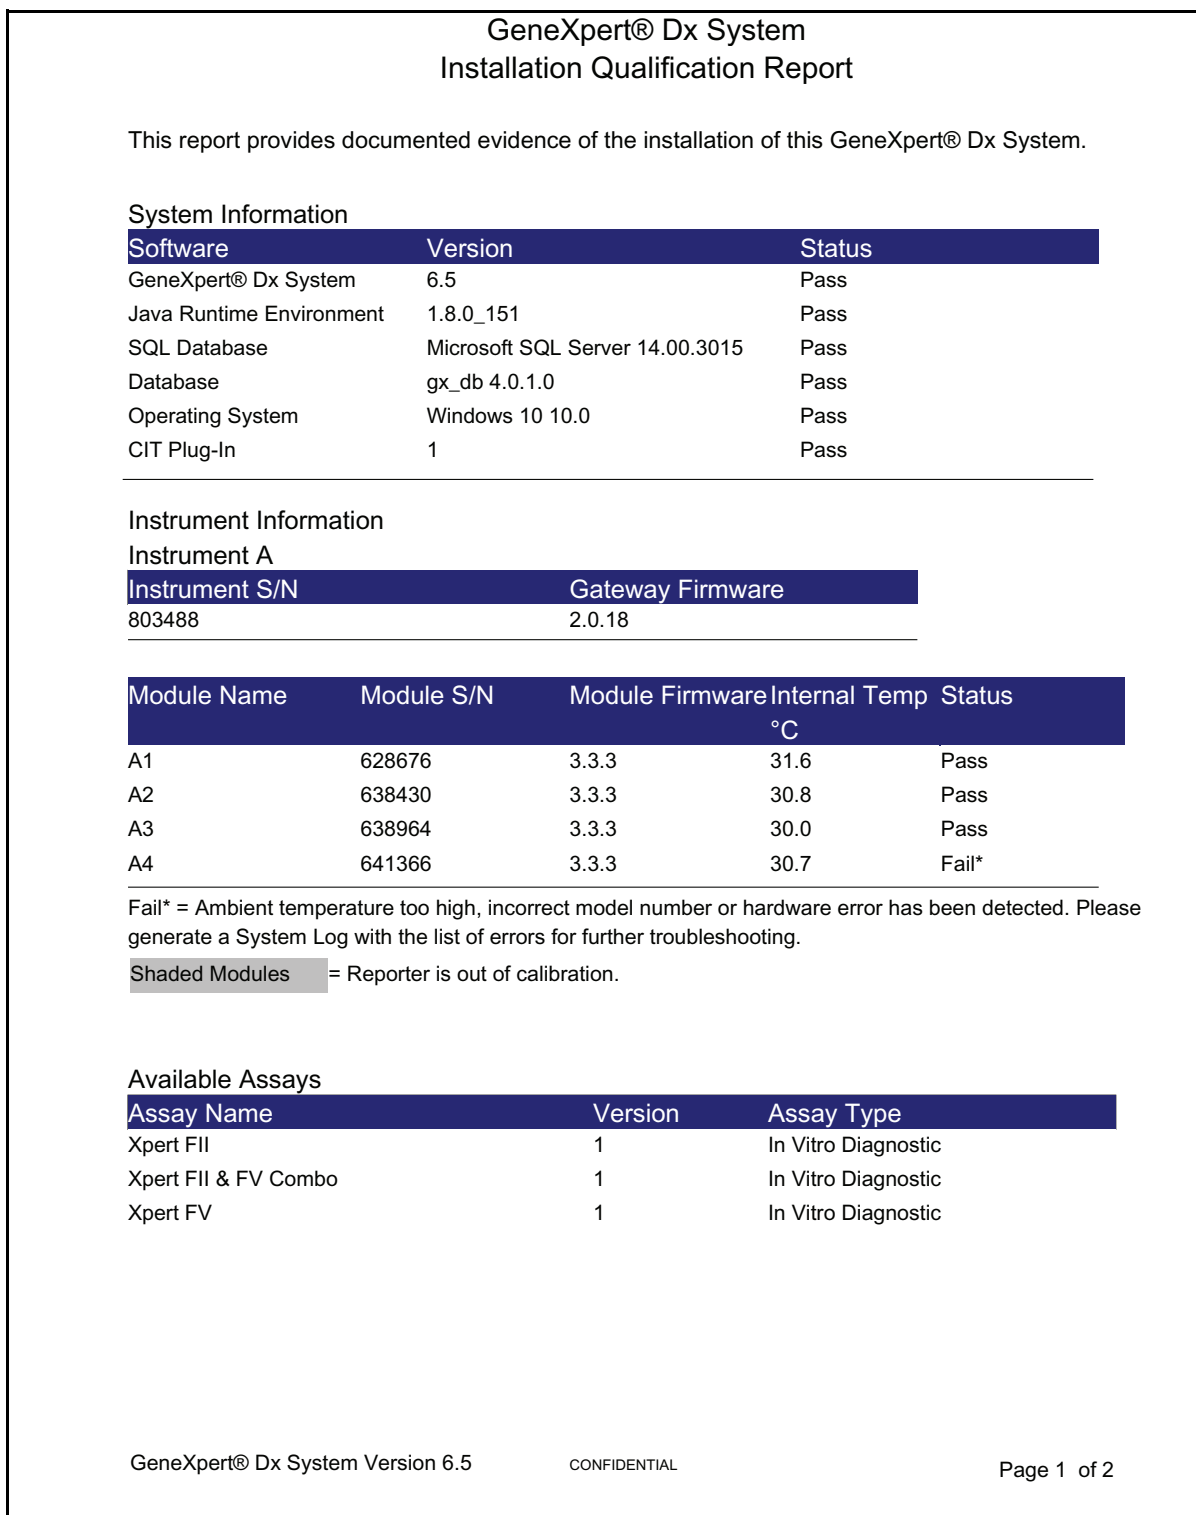

Figura 2-89. Exemplu de Raport de evaluare a instalării—Pagina 1
2. Apare fereastra Adobe® Reader care afișează un Raport de evaluare a instalării sistemului (System Installation Qualification Report) pentru GeneXpert Dx. Consultați Figura 2-89.